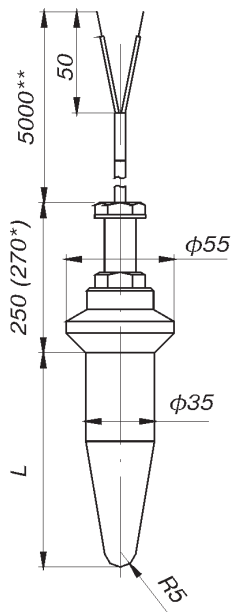

Рис. 11.
**Степень защиты от воздействия пыли и воды:** для рис. 10, 12 - IP65, для рис. 11, 13 - IP5X по ГОСТ 14254.
- 11** по рис. 11